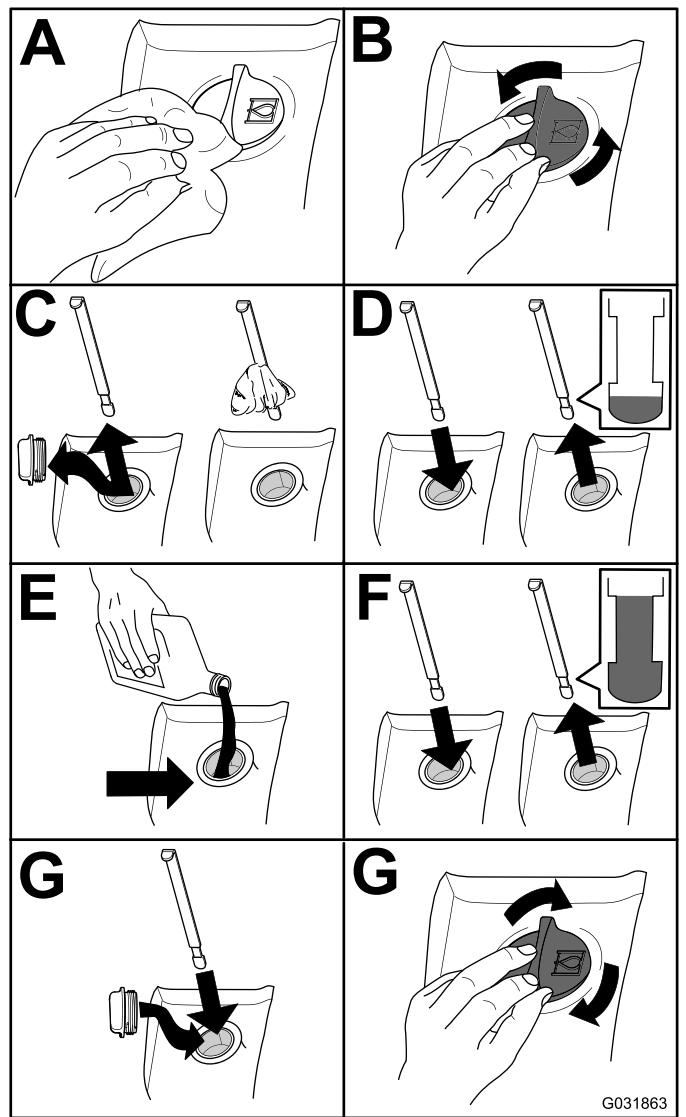

Figura 78
- Compruebe el nivel de fluido hidráulico (Figura 78).